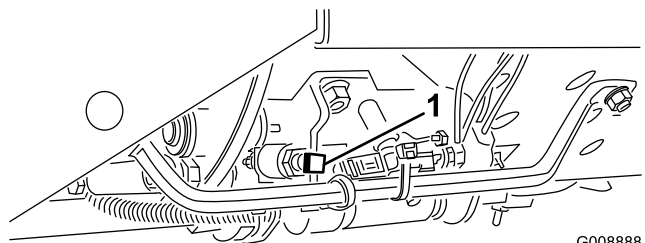

図 16
**重要** 刈り込み速度は出荷時の設定で9.7 km/hですが、ストップねじ（図 16）の調整で速度を上げることができます。